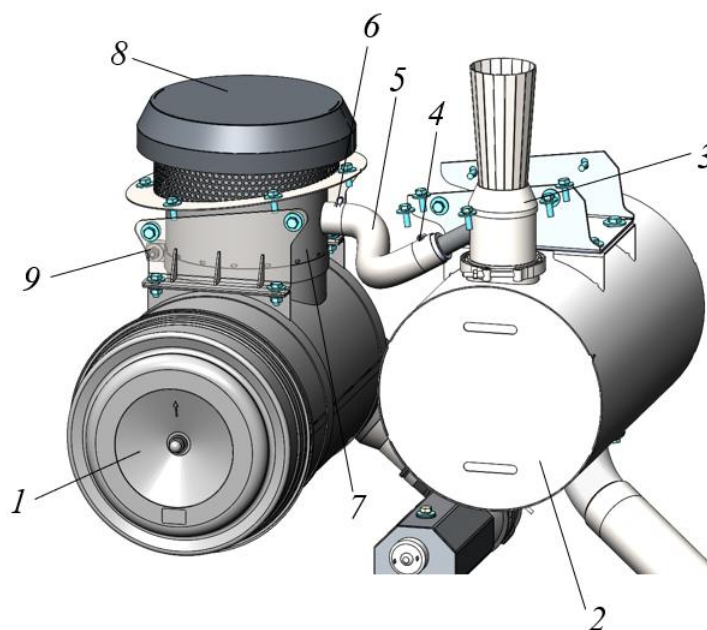

Рисунок 5.28. Эжекционная система очистки воздуха
- ▶ Ослабить червячные хомуты соединительного рукава 4 и 6, рис. 5.28.